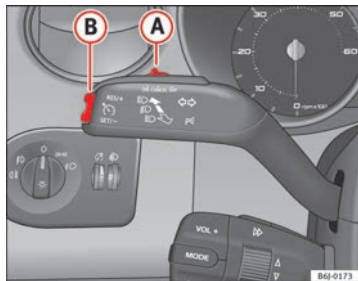

Fig. 113 Palanca de intermitentes y de luz de carretera: mando y tecla basculante para el regulador de velocidad
- Cuando se haya alcanzado la velocidad que se quiere programar, pulse brevemente la parte inferior de la tecla basculante **SET** ⇒ fig. 113 **B** una vez.